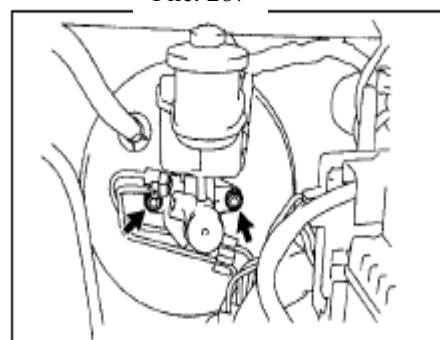

Рис. 268
- (1) Установите главный тормозной цилиндр на усилитель с помощью двух болтов(рис. 268). Момент затяжки: 13 Нм